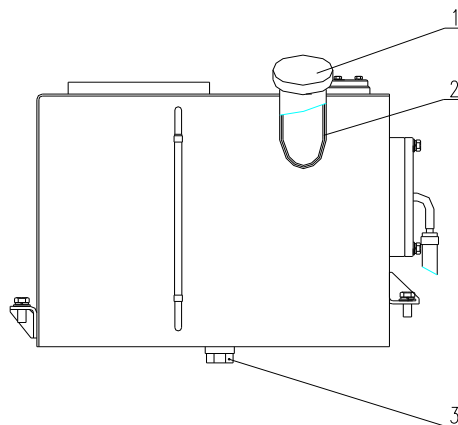

Ilustración 11 – Estructura del depósito de combustible
- La boca de llenado se encuentra en la parte delantera del depósito de combustible. (Elemento 1 de la ilustración 11)
- Abra la válvula de drenaje (Elemento 3 Ilustración 11) y deje que el agua y los sedimentos caigan en un contenedor adecuado.